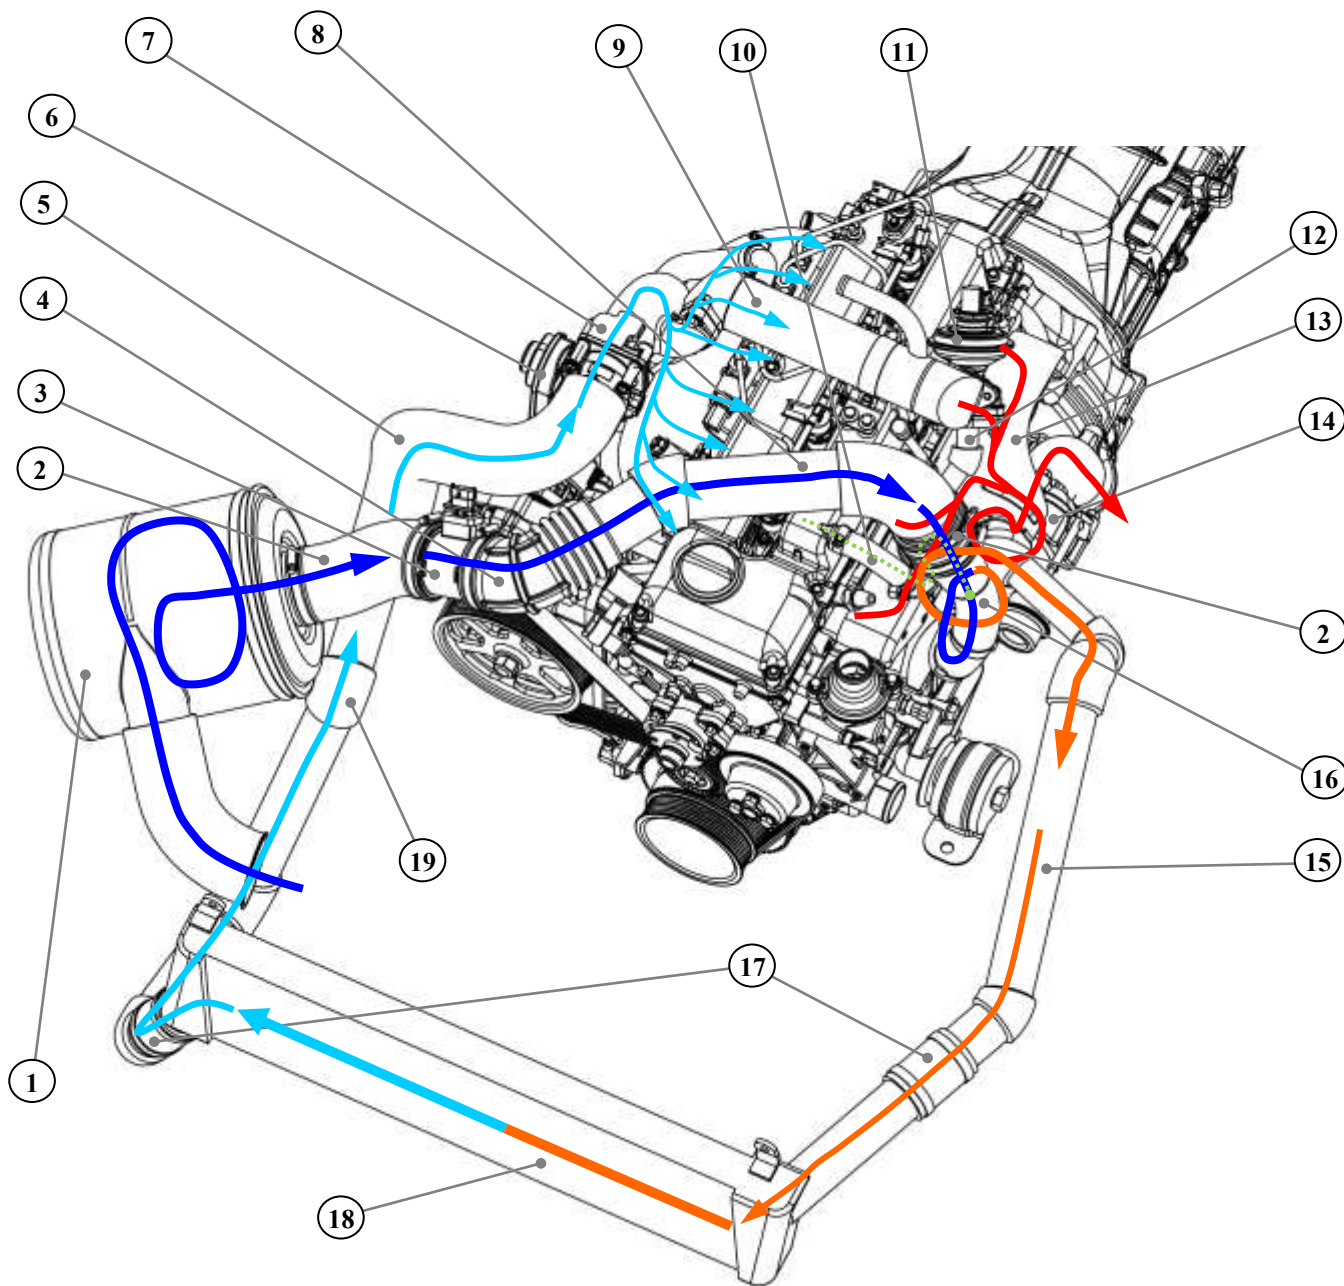

Рис.62. Общий вид системы подачи воздуха и выпуска ОГ:
**Система впуска воздуха** (рис.62) включает в себя: воздушный фильтр 1 с насадком и резонаторным шлангом, воздухопроводы 8, 15 и 19, впускной патрубок турбокомпрессора 16, турбокомпрессор 14, соединительные патрубки 2, 4, 5 и 17, охладитель надувочного воздуха 18, патрубок воздухоподающий с дроссельной заслонкой 6, впускную трубу 7.
**Выпуск отработавших газов** (рис.62) осуществляется через выпускные клапаны, выпускные каналы головки цилиндров, чугунный выпускной коллектор 13, корпус турбины турбокомпрессора 14 в приемный патрубок трубы глушителя, нейтрализатор, глушитель и далее по системе выпуска автомобиля в атмосферу.